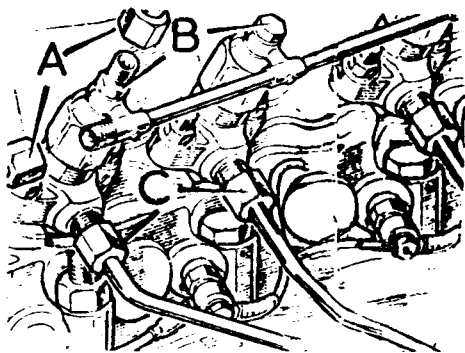

Fig. A3-12 Conexión de las tuberías de rebose y alta presión de los inyectores
- 1.3. Desconectar los racores de los tubos de alta presión, C, (Fig. A3-12) en su unión a los inyectores y a la bomba inyectora, y retirar dichos tubos.
- 1.4. Desconectar los racores, A (Fig. A3-12) de las tuberías de rebose, y aflojar los racores, B.